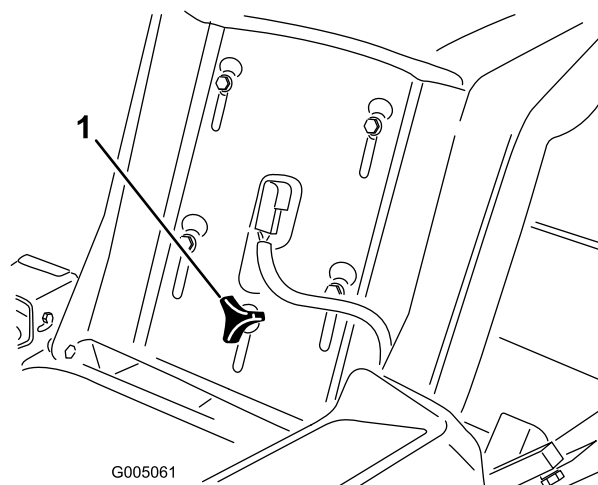

Figura 16
1. Alzate il sedile e allentate la manopola di regolazione appena a sufficienza per poter muovere il sedile (Figura 16).